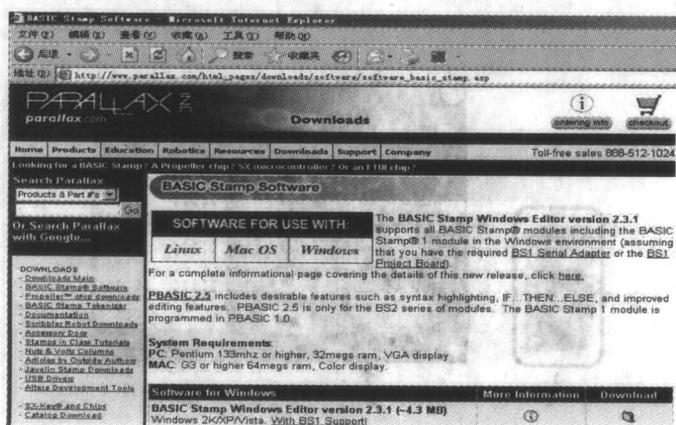

图 1.2 下载页面
从派拉力狮公司的网站上下载 BASIC Stamp 编辑器软件很容易。下载过程中将出现如图 1.2 所示的页面，或许与你访问网页时看到的不同，因为派拉力狮的网站在不断更新，但步骤是类似的：
- 单击下载图标。如图 1.2 所示，下载图标像一个文件夹，其右边的描述为“**BASIC Stamp Windows Editor Version 2.3.1 (4.3MB)**”。